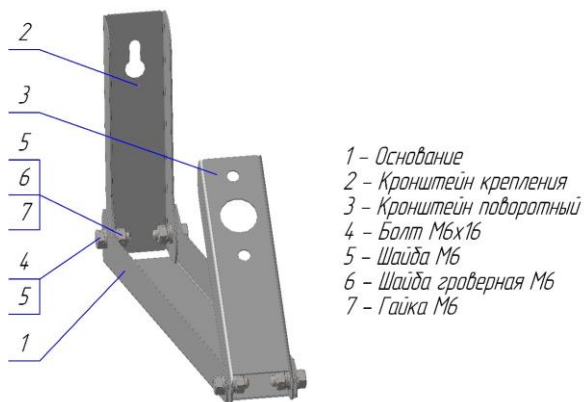

Рис. 2 – Схема сборки кронштейна
- 6.3 Соберите (согласно схеме на рис.2) и установите Г-образные кронштейны на светильник перпендикулярно корпусу путем вкручивания винтов М5х16 с шайбами М5 в установочные отверстия корпуса светильника.